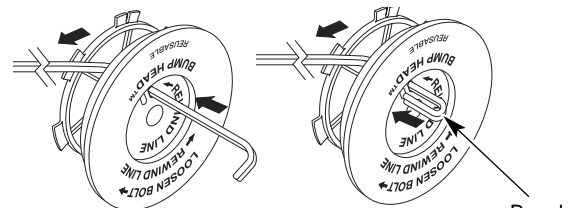

Fig. 37
- Découpez environ 3 m (10 pi) de fil neuf. Insérez une extrémité de fil dans l'un des deux trous du moulinet interieur (Fig. 37). Tirez le fil jusqu'à ne laisser que 10 cm (4 po) environ.
- Insérez l'autre extrémité du fil dans le trou ouvert du moulinet et tirez sur le fil pour que la boucle soit le plus petit possible (Fig. 37).